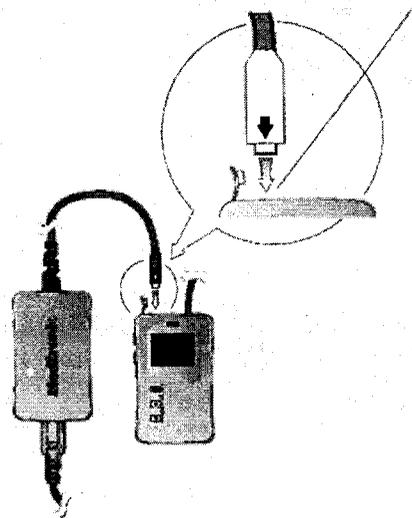
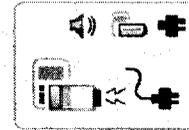

Figura 4.3 Conecte el recargador a la fuente de alimentación de corriente alterna.
Figura 4.4 Pantalla **Sesión de carga del recargador**.
2. Conecte el recargador a la fuente de alimentación de corriente alterna (Figura 4.3). Al conectar el recargador a la fuente de alimentación de corriente alterna, comenzará automáticamente a cargarse y aparecerá la pantalla **Sesión de carga del recargador** (Figura 4.4).